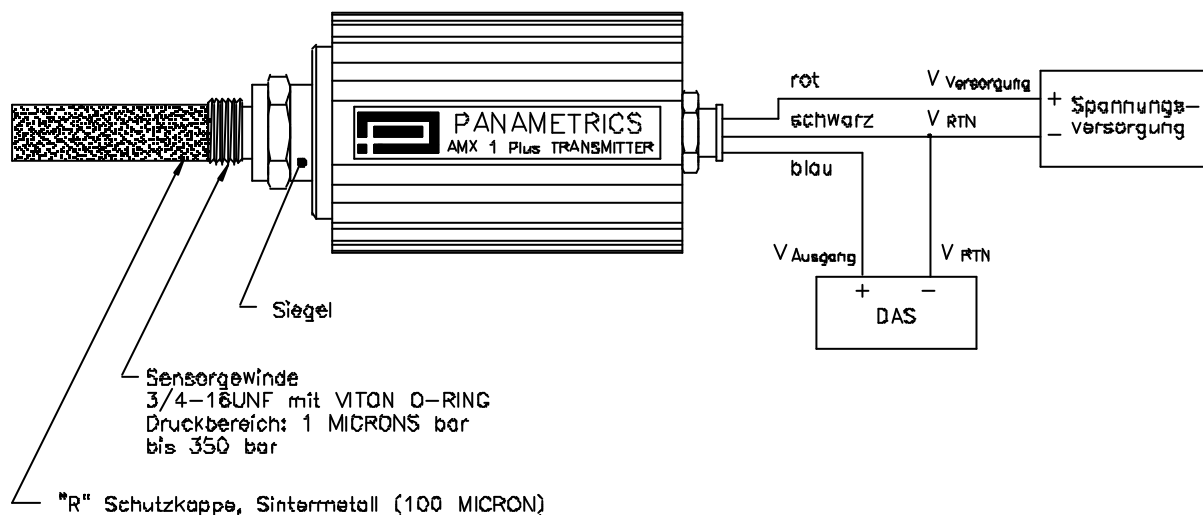
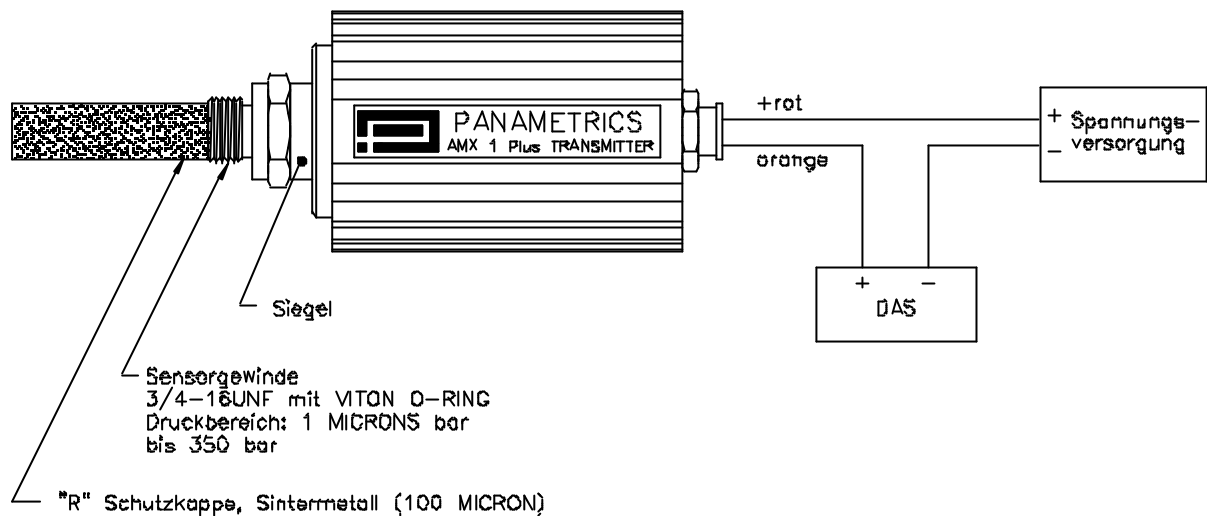

Bild 1: Anschlußplan des AMX1+Transmitters mit Spannungsausgang
Bild 2: Anschlußplan des AMX1+Transmitters mit Stromausgang
Bild 1 zeigt das Anschlußschema des AMX1+Transmitters mit Spannungsausgang, Bild 2 das Anschlußschema des AMX1+Transmitters mit Stromausgang.
3. Verbinden Sie das Transmitterkabel mit Ihrem Auswerte- bzw. Spannungsversorgungsgerät wie in Abbildung 1 und 2